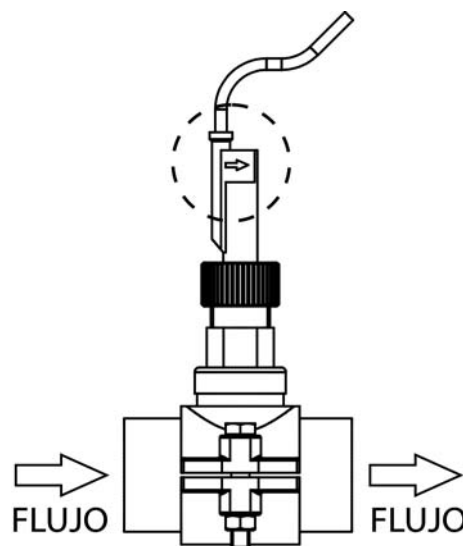

Fig. 14-2
3. Existe una flecha marcada en la cabeza del detector de flujo. Asegúrese que la flecha está paralela al eje de la tubería y apunta a la dirección del flujo de agua (Fig. 14-2).